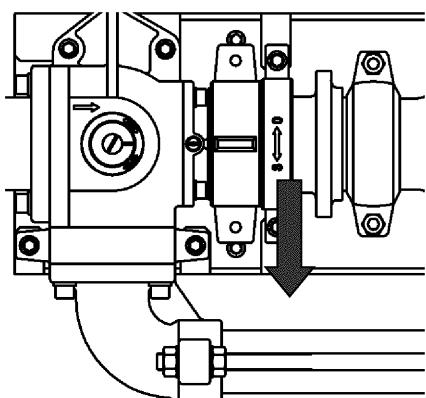
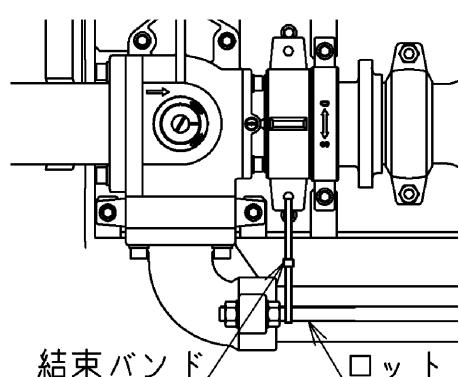
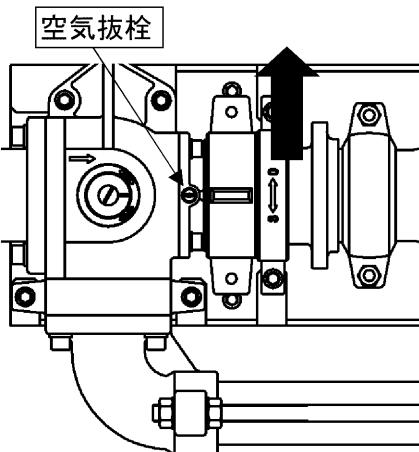

図7
図8
図9
⑤メータをベースに載せ、ハンドルをS方向(矢印方向)に回して取り付けます。(図7)
⑥ハンドルは緩まないようにしっかりと締めます。
⑦配管上流側の第一バルブを開け、空気抜栓を2回転ほどゆっくりと緩め、内部の空気を排出します。
⑧空気排出後、空気抜栓を水が止るまで手で締め付けて下さい。
⑨メータ接続部から漏水がなければ結束バンドでロットとハンドルを固定します。(図8)
⑩漏水した場合は、上流側の第一バルブを閉じ、②の操作からやり直して下さい。
⑪仕切弁を「0」の方向に止るまで回して全開にし、メータの取付けは終了です。
- ①バイパス切換用ハンドルを使い、流路切換弁をバイパス側に切り替えます。バイパス通水時はバイパス切換用ハンドルを取り外すことはできません。
- ②仕切弁のハンドルを「S」の方向に回し、弁を閉じて下さい。
- ③空気抜栓を緩め、内部の圧力を抜いて下さい。
- ④ハンドルを固定している結束バンドを切って下さい。
- ⑤ハンドルを矢印に示す「0」の方向に回し、メータを取り外して下さい（図9）。
- ⑥スライダー、及び仕切弁のOリングを新しいものと交換します。
- ⑦新しいメータとストレーナ押さえをヴィクトリックジョイントで接続します。
- ⑧メータをベースに載せ、ハンドルを図7の矢印方向に回して取り付けます。
- ⑨仕切弁を「0」の方向に回して全開にします。
- ⑩空気抜栓緩めて、内部の空気を排出します。
- ⑪空気排出後、空気抜栓を水が止るまで手で締め付けて下さい。
- ⑫流路切換弁を通水の位置に戻し、バイパス切換用ハンドルを外して下さい。メータ接続部から漏水がなければ結束バンドでロットとハンドルを固定します。